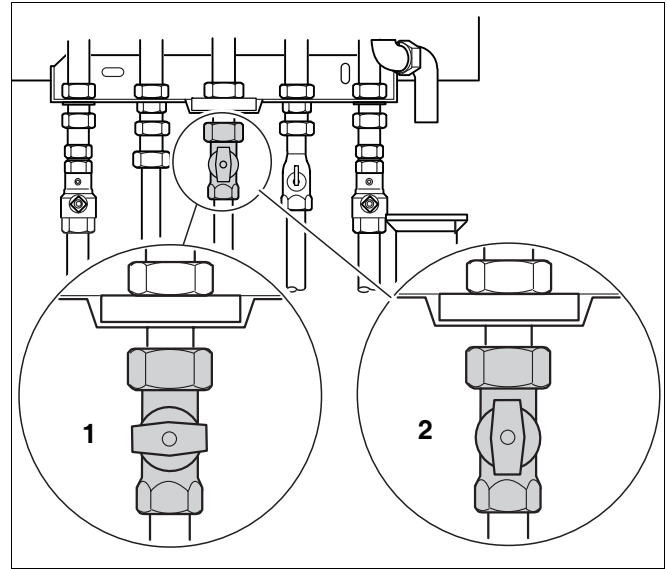

Bild 28 Gashahn
- Gasabsperrhahn langsam öffnen (→ Bild 28, [2]).
- Entweicht keine Luft mehr, Gasabsperrhahn schließen (→ Bild 28, [1]).
- Gasabsperrhahn schließen (→ Bild 28, Seite 34).
- Gasabsperrhahn öffnen (→ Bild 28, Seite 34).